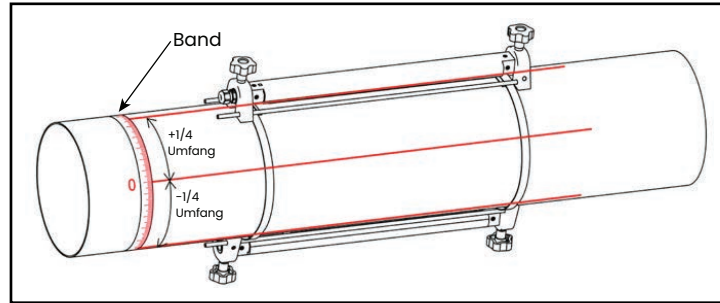

Abbildung 19: Eine Traverse mit zwei Vorrichtungen installieren
3. Platzieren Sie zwei Befestigungsgurte im Abstand von etwa 30 cm (12 Zoll) am Rohr (siehe *Abbildung 19* unten).